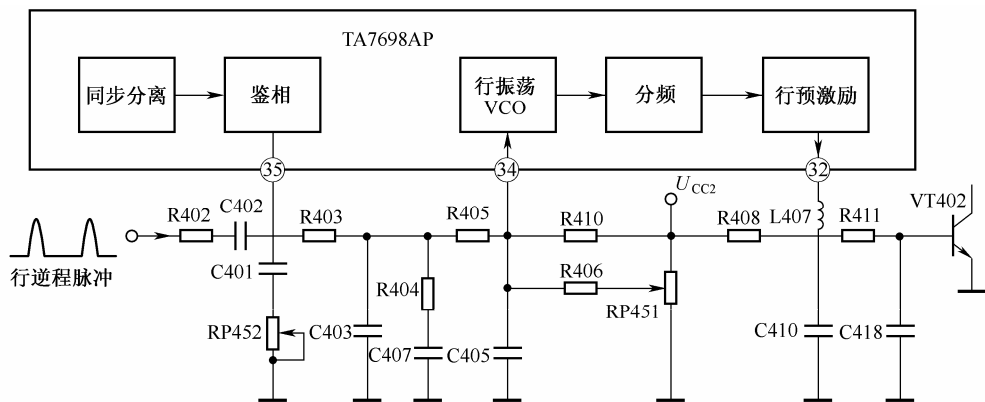

图 3-19 TA7698AP 行扫描小信号电路
目前行扫描电路除行输出级外基本上采用集成电路,现以东芝 TA 两片机 TA7698AP 集成电路为例进行分析。TA7698AP 行扫描小信号电路如图 3-19 所示。
在图 3-19 中,行逆程脉冲经由 R402、C402、C401、RP452 组成的积分电路变换,变成负向锯齿波作用于③脚。在 TA7698AP 内部集成电路中,来自同步分离电路的负极性行同步脉冲加至鉴相器,鉴相器比较行同步脉冲与锯齿波的相位关系,产生与两者相位差相对应的误差电压,通过由 R403、C403、R404、C407 组成的双时间常数低通滤波器变为 AFC 直流控制电压,经 R405 送至④脚,对行振荡 VCO 电路进行控制。